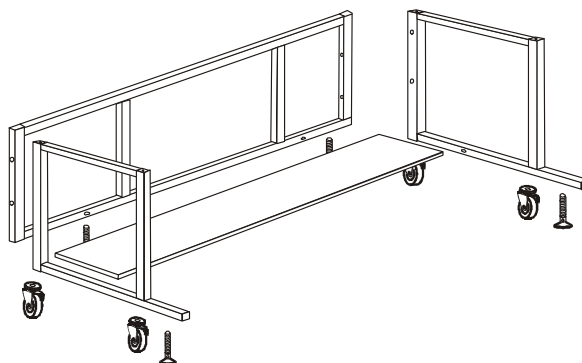

Рис.6. Подставка
5.7 Собрать подставку (рис. 6), для чего: